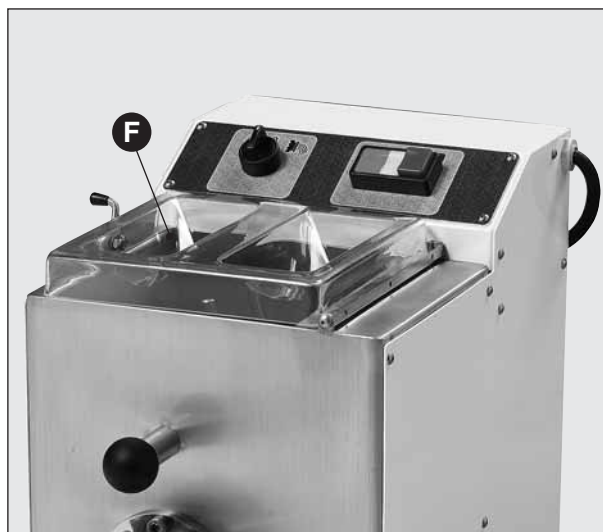

Fig. 12
N.B.: Ogni azionamento è comandato volontariamente attraverso il pulsante di START con il coperchio di protezione vasca chiuso (Fig. 12 F).